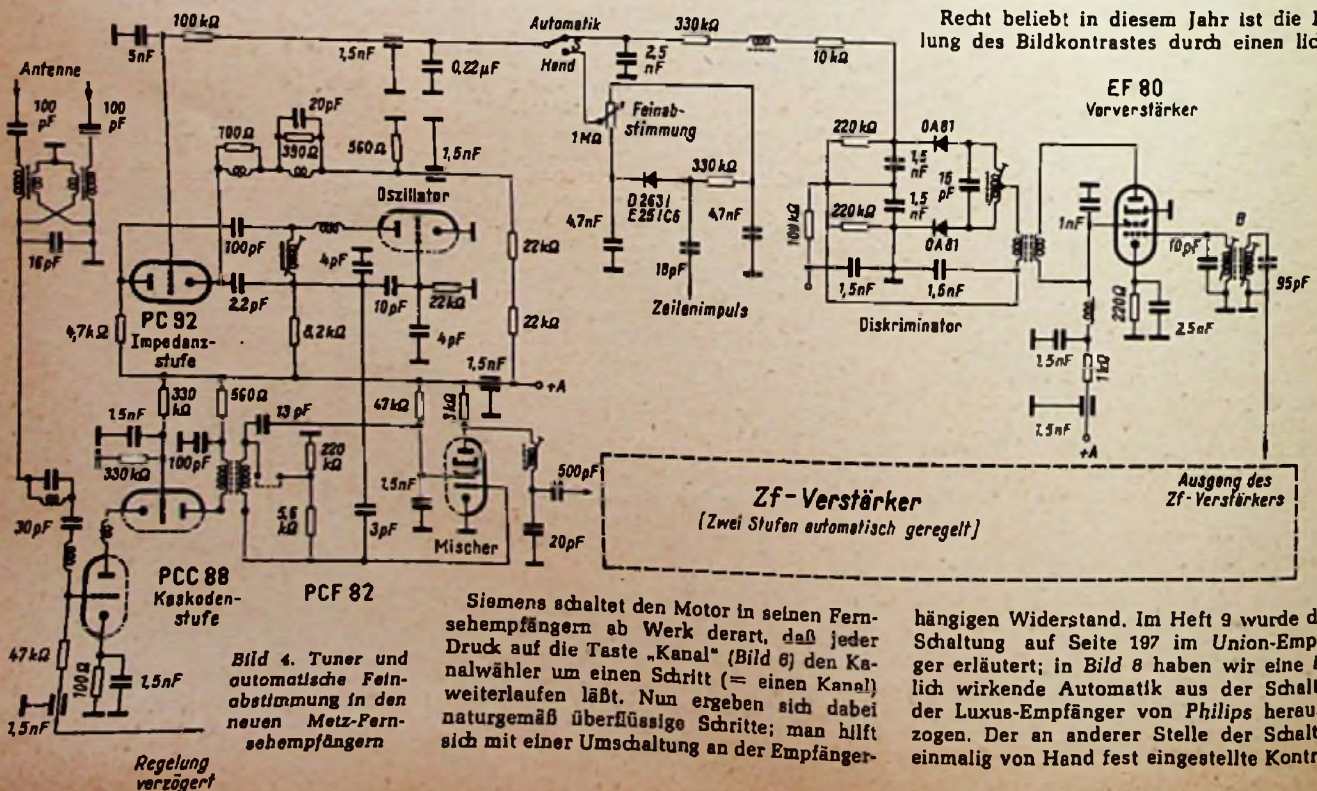

Bild 4. Tuner und automatische Feinabstimmung in den neuen Metz-Fernsehempfängern
Immer mehr Luxusgeräte werden mit automatischer Feinabstimmung ausgestattet. Zwei Schaltungen dieser Art, von Graetz und Loewe-Opta ließen wir von Laboringenieuren im Heft 9 der FUNKSCHAU auf den Seiten 194 und 198 beschreiben; in Bild 4 haben wir als weitere Variante die automatische Scharfabstimmung von Metz herausgezeichnet. Dem Diodenkreis im Ausgang des dreistufigen Zf-Verstärkers wird ein gewisser Betrag der Bild-Zwi-
schrenfrequenz von 38,9 MHz entnommen und über ein schmalbandiges Bandfilter B (in Bild 4 ganz rechts am Rand) der Vorverstärkeröhre EF 80 zugeführt. Der nachgeschaltete Diskriminator erzeugt eine Gleichspannung, deren Höhe von der Frequenzabweichung der Abstimmung abhängt. Bei richtiger Abstimmung (Bild-Zf = 38,9 MHz = Resonanzfrequenz des Filters B) ist die Gleichspannung hinter dem Diskriminator gleich Null. Die entstehende Gleichspannung wird der den Oszillatorkreis der PC(F) 82 im Tuner nachstimmenden Impedanzröhre PC 92 zugeleitet.